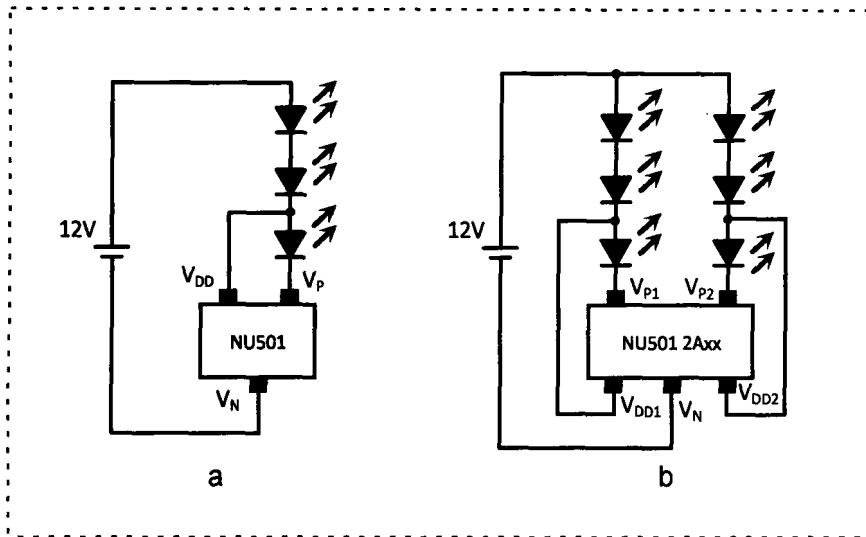

图 11
3.用 12V 直流供电的两种电路 图 11 是用单通道 NU501 及双通道 NU501 组成的 LED 驱动电路。在图 11-a 中 V_{DD} 是与 V_P 连接的 LED 阳极端连接, 即 $V_{DD} = V_F + V_{PN}$ 。 $V_{PN}=12V - 3 \times V_F$ (V_F 是 LED 的正向压降)。若 $V_F=3.3V$, 则 $V_{PN}=12V - 3 \times 3.3V=2.7V$, $V_{DD} = 3.3V + 2.7V=6V$, 图 11-b 是用双